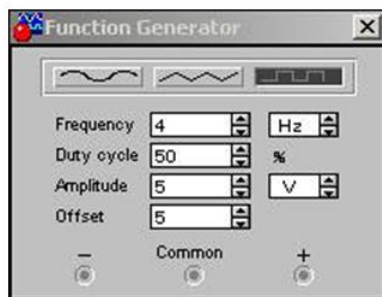

Рис.5. Установки функционального генератора
4.2. Развернуть функциональный генератор, установить значения для проверки счетчика в соответствии с рис. 5.